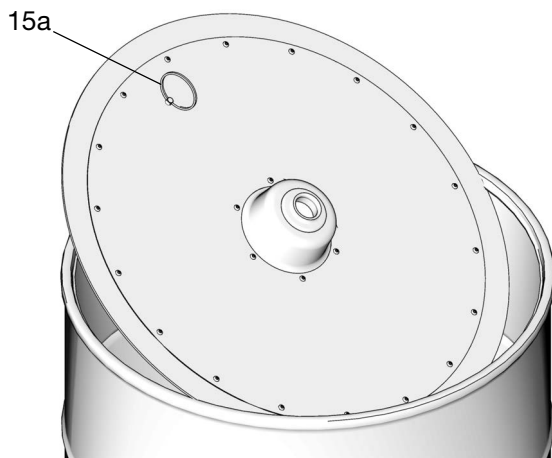

図 25
4. これが既存の装置の場合は (15a) を手で引っ張り上げて、フォロープレート(15)を取り外します。作業場の床の上には置かないでください (図 25)。